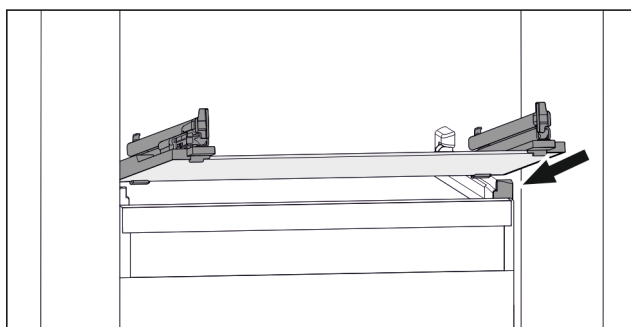

Fig. 48 Exempel på glashylla
- ▶ Sätt på glashylla i vinkel bakom stoppklackarna. (se Fig. 48)